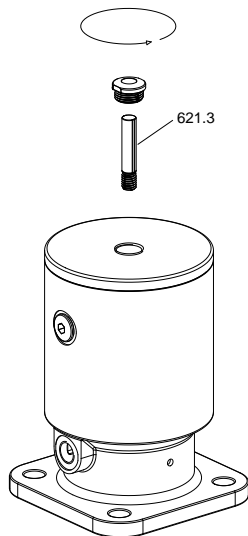

Figura 9: Desmontaje de la caperuza y del indicador de posición LAP.520/530
1. Retirar la tapa de plástico de la cubierta con una llave de horquilla (SW13/SW21). Desatornillar el indicador de posición (figura 9, capítulo 8.1).